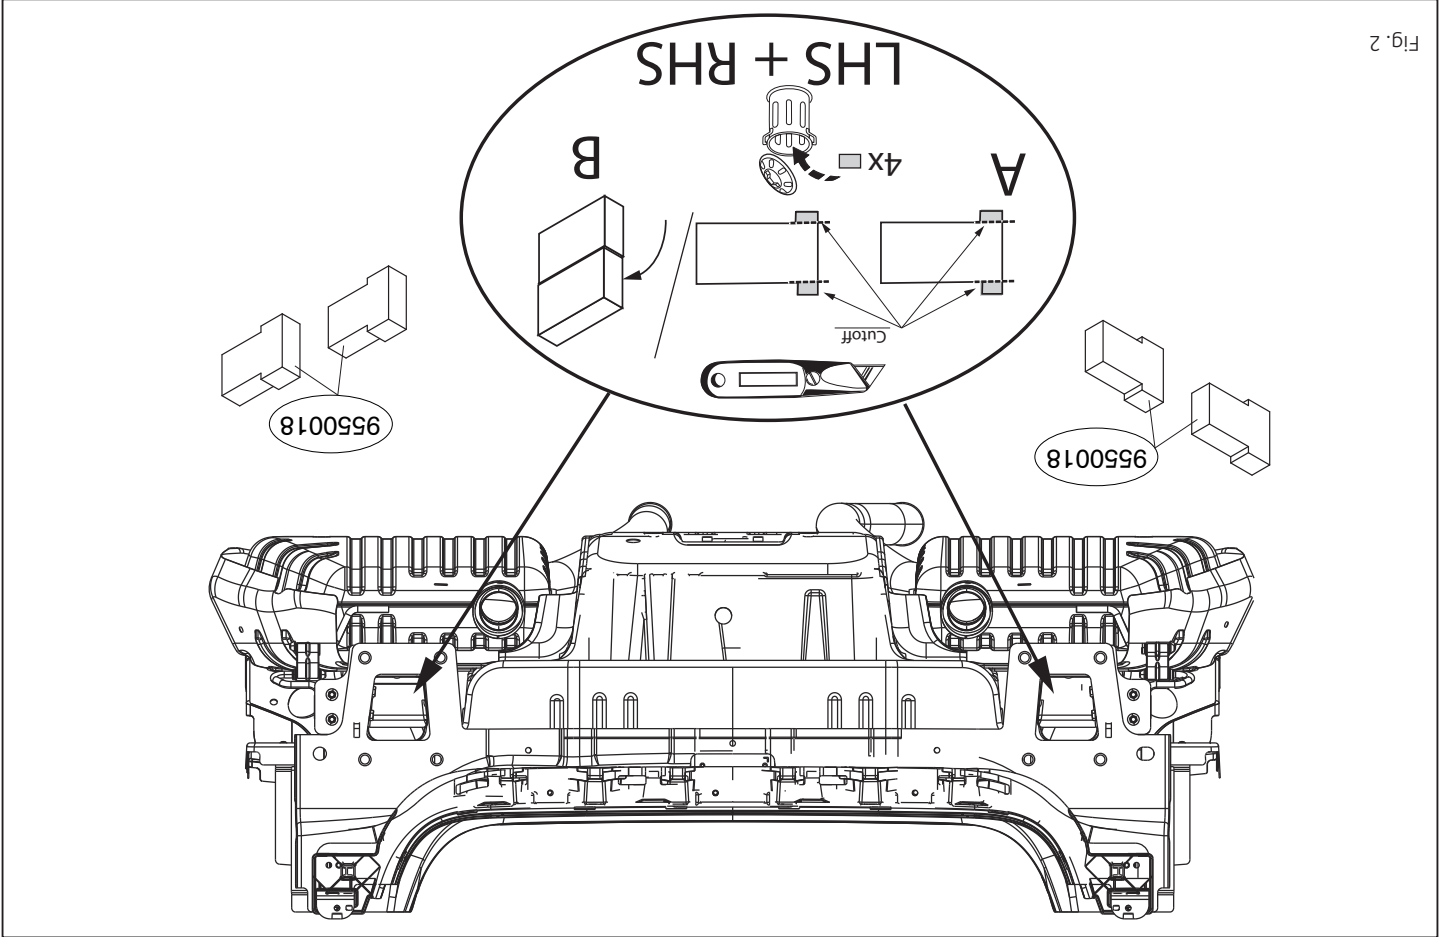

Fig. 2
3. Place the four PE foam blocks as sealing in the chassis members. (see fig. 2)
3. Plaats de vier PE schuimblokken als afdichting in de chassisbalken. (zie fig. 2)
- Die vier PE-Schaumblöcke als Dichtung in den Fahrgestellträger einsetzen. (siehe Abb. 2).
элементов в бабки шасси. (см. рис. 2).